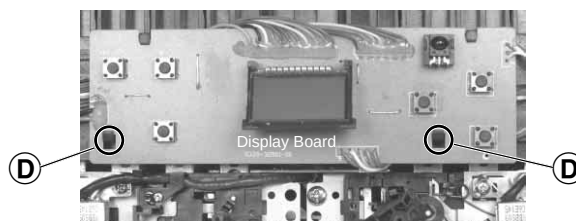

Fig. 3
- 2 Halter (D) (Fig. 3) ausrasten und Display-Platte abnehmen.
- Disengage the 2 lugs (D) (Fig. 3) and remove the display board.
- 2 Halter **D** (Fig. 3) ausrasten und Display-Platte abnehmen.
- Disengage the 2 lugs **D** (Fig. 3) and remove the display board.